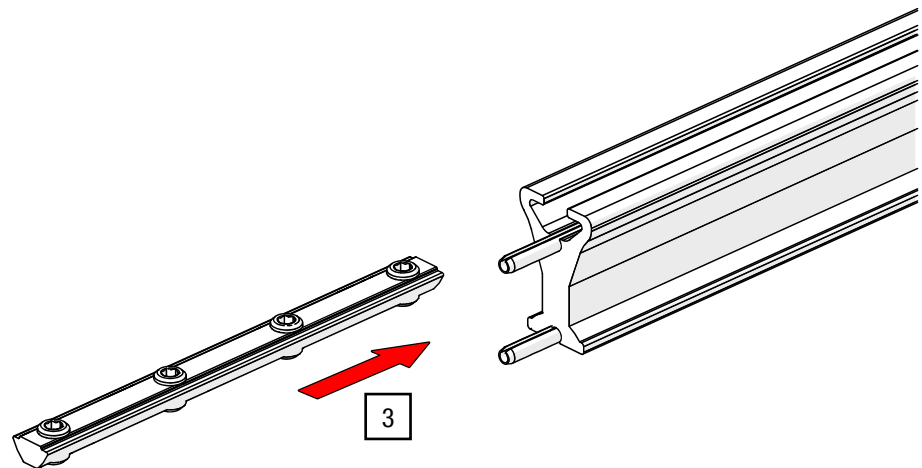

Abb. 27: Schienenverbinder – Einschieben in Schiene
3. Schieben Sie den Schienenverbinder vollständig in den Nutenkanal eines Schienenteils (siehe Abb. 27).